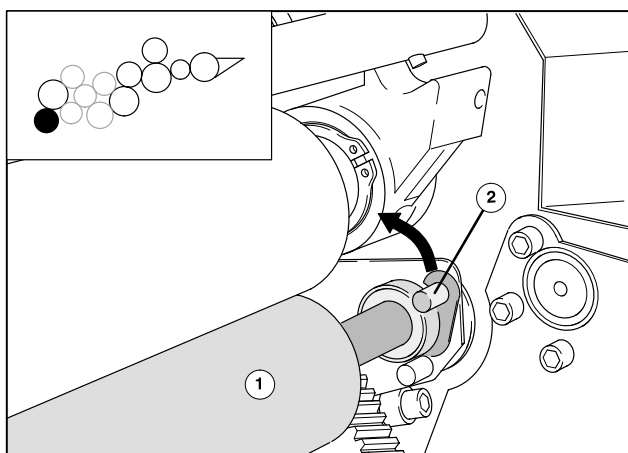

図20 操作側の軸受けからの第3インキ着けローラの取り外し
- ① 第1印刷ユニットの版胴の上のガードを開きます。
- ② 駆動側と操作側のジャーナルボックスにあるレバー(図20/②)を上げます。
- ③ 第3インキ着けローラ(図20/①)を取り外します。